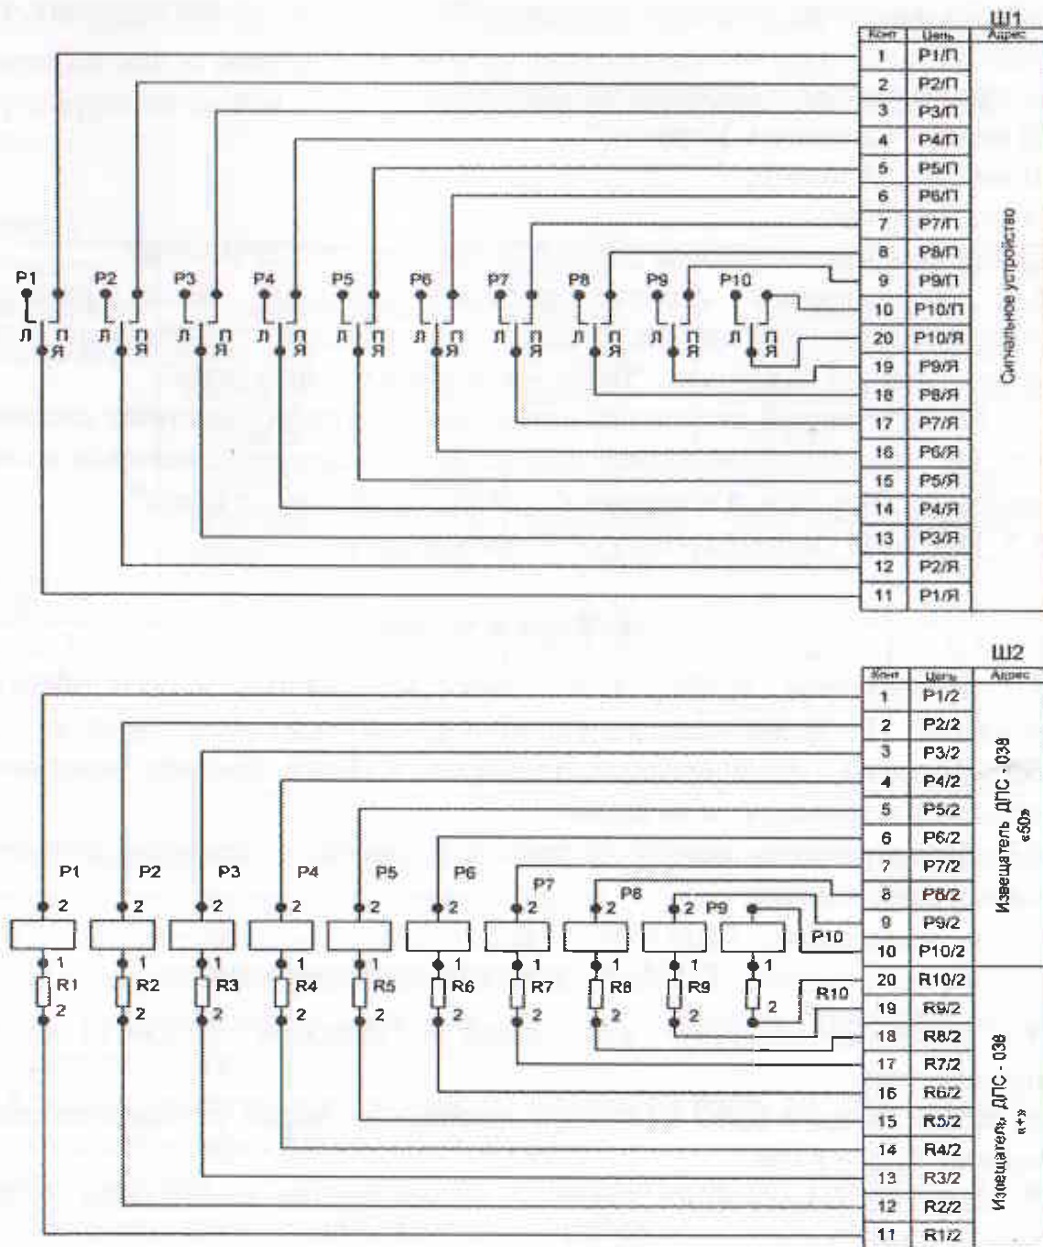

Рис.3. Схема электрическая принципиальная прибора ПИО-017:
4.2.4. Принцип работы ПИО-017 основан на срабатывании реле РПС5 при подаче на его обмотку сигнала об изменении температуры от извещателя ДПС-038. При срабатывании реле РПС5 замыкаются контакты реле, которые включают сигнальное устройство (рис.3).
8.4. Подсоединение проводов от извещателей к ПИО-017 осуществляется через разъем Ш2 (рис.3).
8.5. Подсоединение проводов от контактов реле до сигнального устройства осуществляется через разъем Ш1 (рис.3)
а) закоротить провода у извещателя ДПС-038 (см. рис.3);